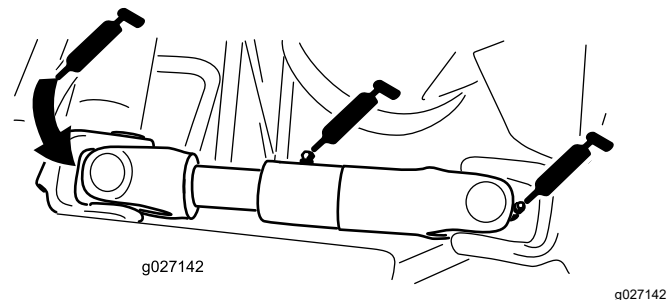

Figura 41
- Giunto ad U del semiasse fra motore e pompa (3) (Figura 41)